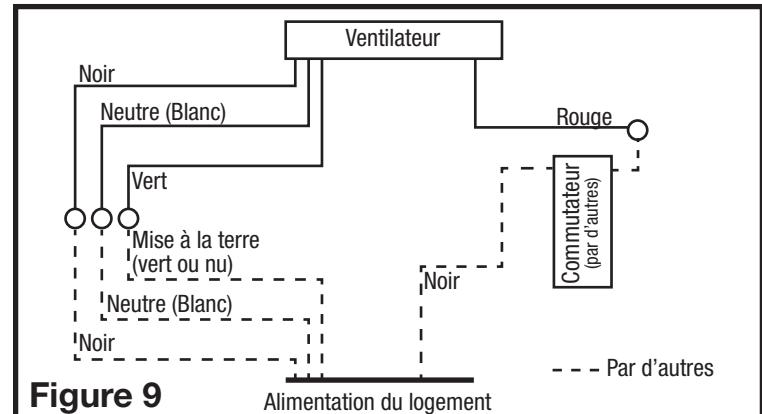

Figure 9
3. Pour les ventilateurs à deux vitesses, raccordés pour une ventilation continue, connectez le fil blanc du ventilateur au fil blanc (neutre) de la source d'alimentation. Connectez le fil de terre de la maison au fil vert du boîtier du ventilateur. Connectez le fil noir du ventilateur au fil noir (chaud) de la source d'alimentation. Le ventilateur fonctionnera à faible vitesse, en continu, et augmentera à haute vitesse lorsqu'un mouvement est détecté. Utilisez un interrupteur à standard, correctement mis à terre (non inclus) pour relier le fil noir de la source d'alimentation de l'interrupteur. Connectez le fil rouge (lumière) du boîtier du ventilateur à l'autre côté de l'interrupteur. Un interrupteur à commande manuelle (non inclus) peut être utilisé pour éteindre manuellement le ventilateur (**Figure 9**).